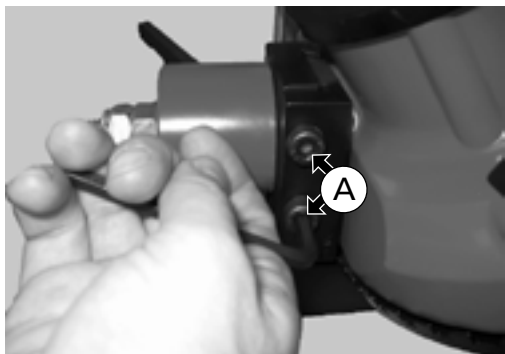
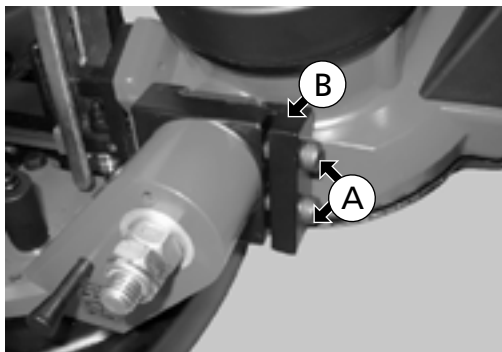

Fig. 33
Fig. 34
Desaperte os dois parafusos (A) até três ou quatro voltas completas (Fig. 33) para libertar a barra de fim de curso da serra de fita (Fig. 34).
Elementos das Fig. 33 - 34